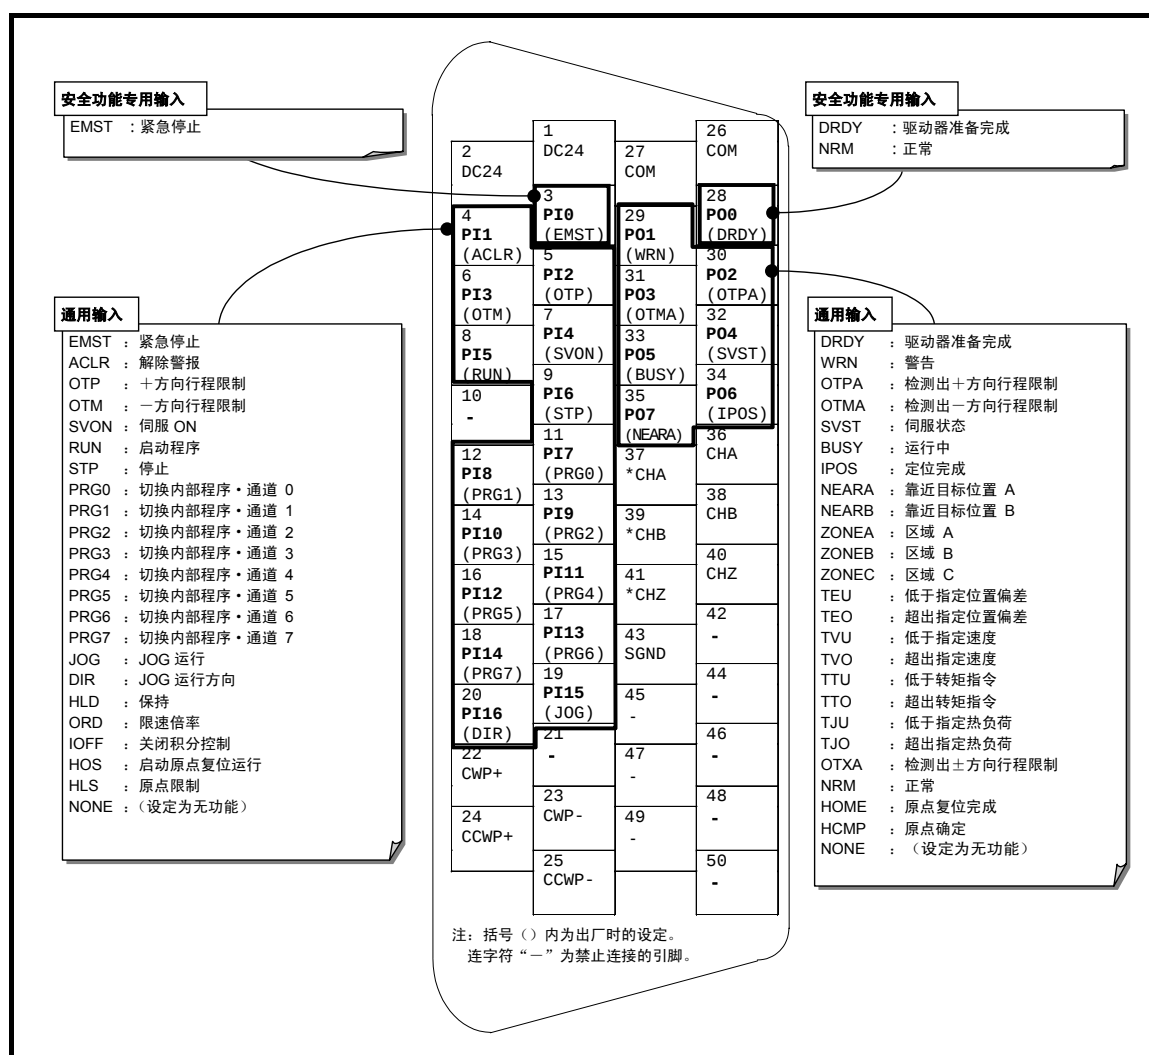

图 8-1: 控制输入输出接口 CN2 与可分配的功能
- CN2: 控制输入输出接口 的各个端口, 如「图 8-1: 控制输入输出接口 CN2 与可分配功能」可变更输入输出功能的分配。(部分端口除外)